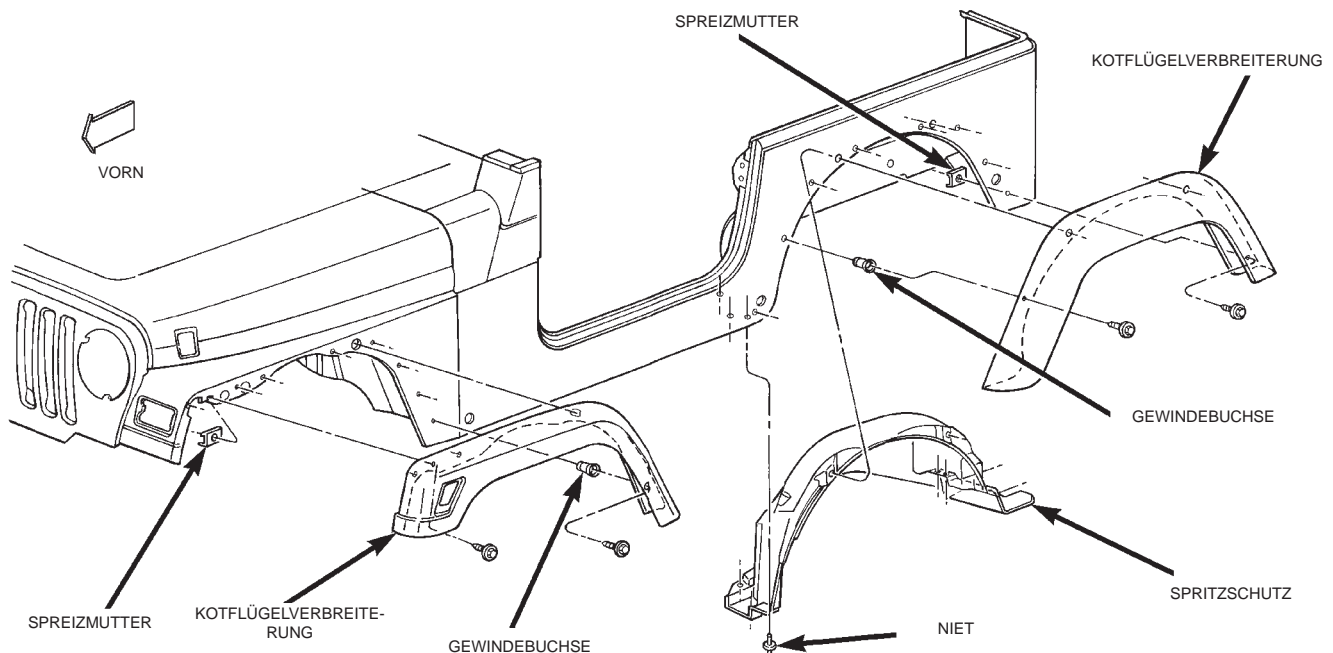

Abb. 12 KOTFLÜGELVERBREITERUNGEN
(2) Befestigungsschrauben lösen, mit denen die Kotflügelverbreiterung am Kotflügel vorn oder am Radkasten hinten befestigt ist (Abb. 12).
(3) Kotflügelverbreiterung von der Karosserie abbauen.